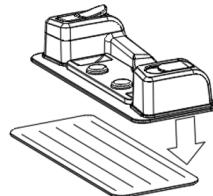

Fig. 7
- Puneți textilul pentru mop (Fig. 7).